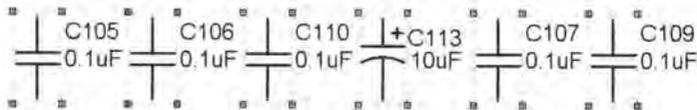

图 3-55 水平方向均匀分布
- [3] 按 **A** 键,在系统弹出的菜单中继续执行【Distribute Horizontally】命令,使选中的元器件在水平方向上均匀分布,如图 3-55 所示。